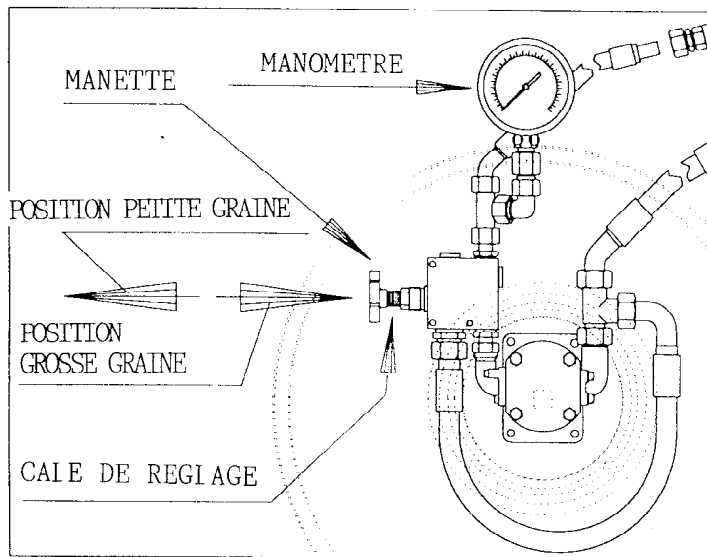

Fig. 1
5. Si l'on atteint pas le régime souhaité, augmenter par étape le débit du tracteur. Si le régime n'est toujours pas atteint, on peut l'augmenter en retirant des cales sous la manette du distributeur (fig. 1).
3. Le régime de turbine est automatiquement réduit par le distributeur – Si celui-ci était inférieur au régime nominal pour petites graines, on peut revisser légèrement la manette (fig. 1).